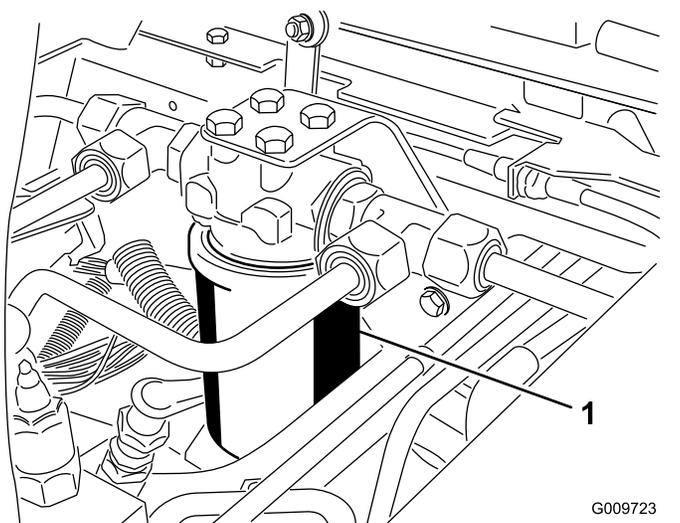
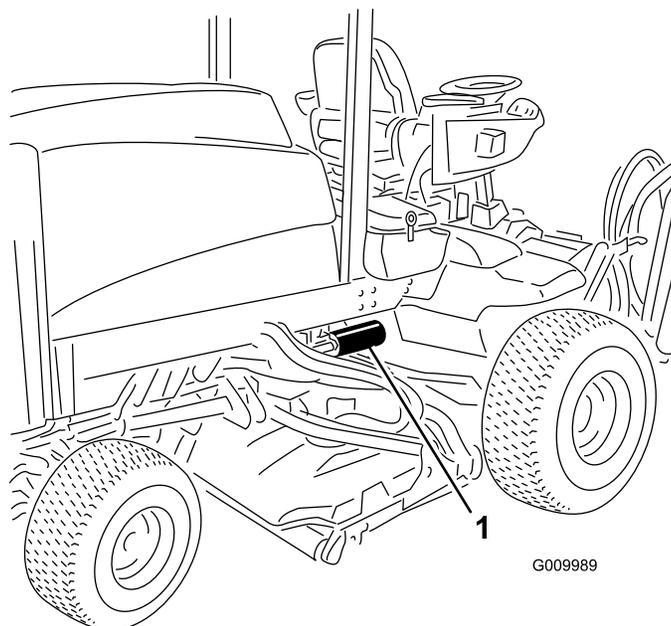

Рисунок 82
Рисунок 83
2. Очистите область вокруг места крепления фильтра. Подставьте под фильтр поддон, а затем снимите фильтры (Рисунок 82 и Рисунок 83).